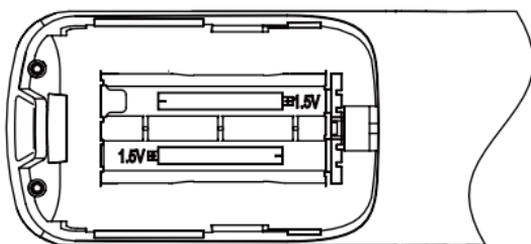

Figura 2.8
3) Extraiga las pilas antiguas. Coloque dos pilas AAA nuevas de acuerdo con las polaridades positiva y negativa indicadas (consulte la figura 2.8). Cierre la tapa de las pilas.